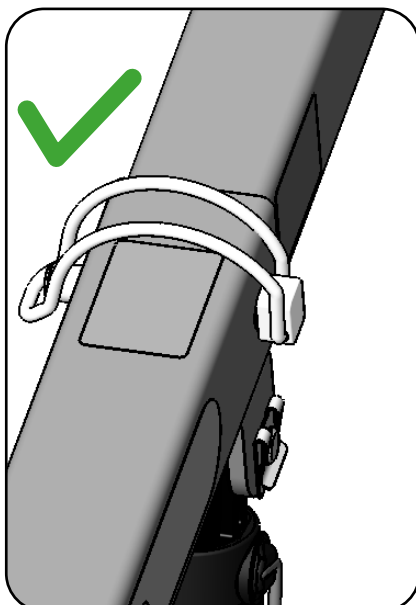
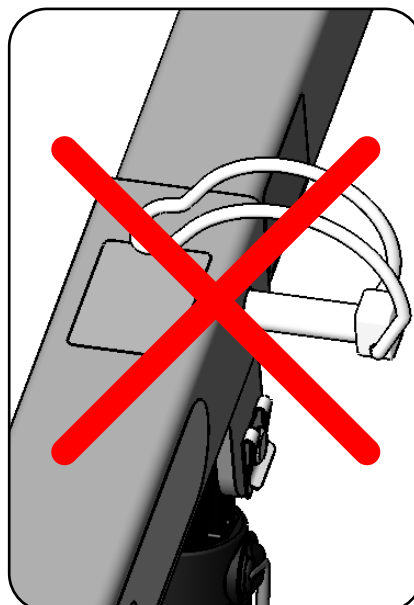
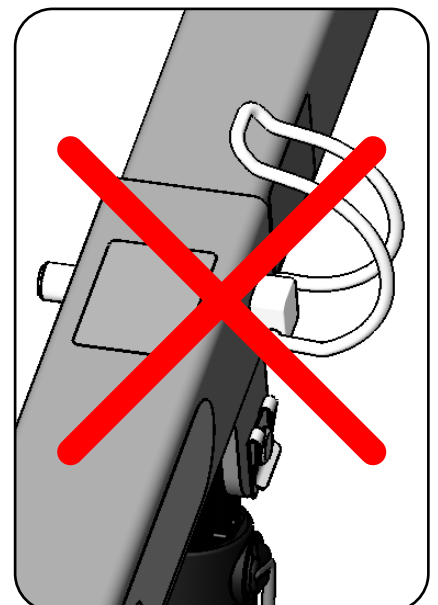
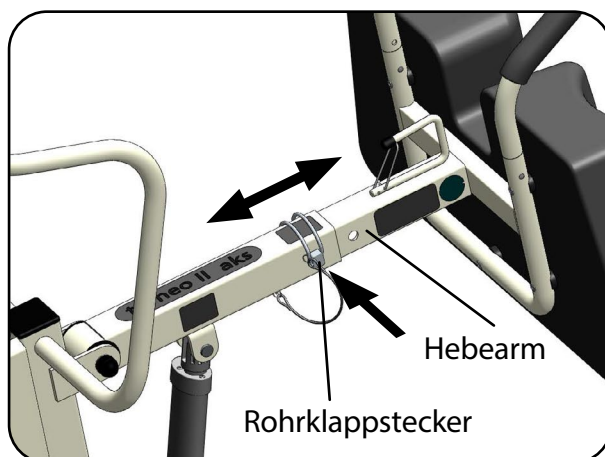

Abb. 6.1.03 - Rohrklappstecker richtig montiert
Abb. 6.1.04 - Rohrklappstecker falsch montiert
Abb. 6.1.05 - Rohrklappstecker falsch montiert
Abb. 6.2.06 – Einstellmöglichkeiten von Hebearm
Der Rohrklappstecker ist richtig montiert, wenn der Bügel den Bolzen umschließt. In Abb. 6.1.03 ist die richtige Position und in Abb. 6.1.04 und Abb. 6.1.05 sind falsche Positionen dargestellt.
8. Sichern Sie den Hebearm mit dem Rohrklappstecker in einer der drei Positionen (Abb. 6.2.06). Bringen Sie dazu die Bohrung des Hebearms mit der Bohrung der Hebearmaufnahme deckungsgleich übereinander. Stecken Sie den Bolzen des Rohrklappsteckers bis zum Anschlag ein und klappen Sie den Bügel um. Der Rohrklappstecker ist korrekt angebracht, wenn der Bügel die Hebearmaufnahme umschließt (Abb. 6.1.03).